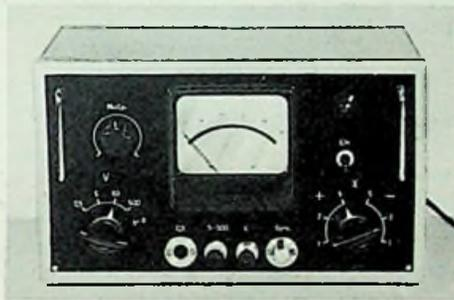

Bild 4. Ansicht des Gleichspannungs-Röhrenvoltmeters mit hochohmigem Eingang
Bild 4 zeigt die Ansicht des Mustergerätes, die Bilder 5 und 6 die Anordnung der wichtigsten Einzelteile oberhalb und unterhalb des Chassis.
- 1 Frontplatte mit Absteckbolzen laut Bild 4